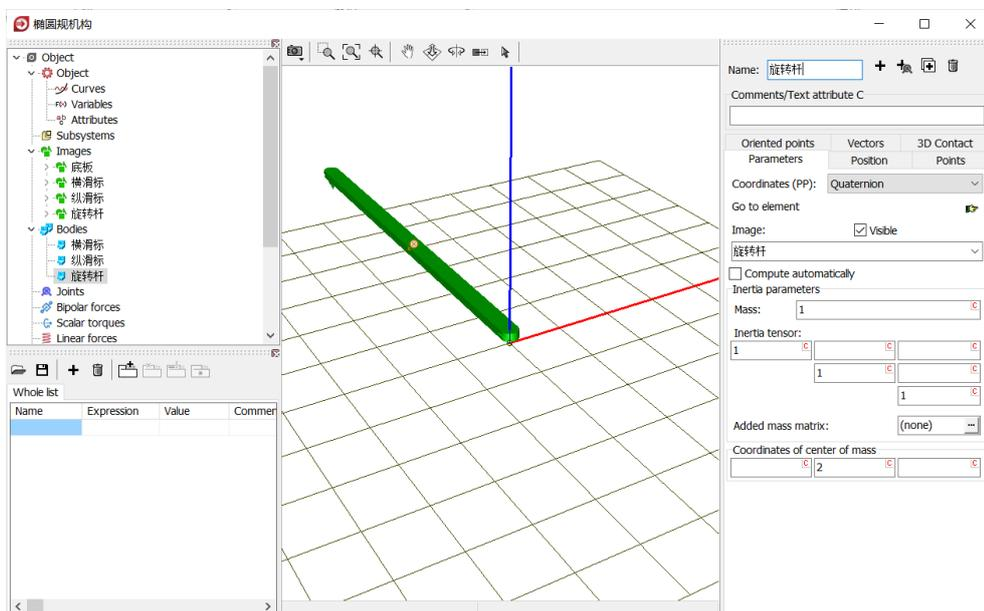

图 2-76
- 8) 点击右侧面板上方的按钮 ，复制生成第三个刚体，重命名为**旋转杆**，从 **Image** 下拉菜单选择几何**旋转杆**，设置质心坐标(0, 2, 0)，如图 2-76。